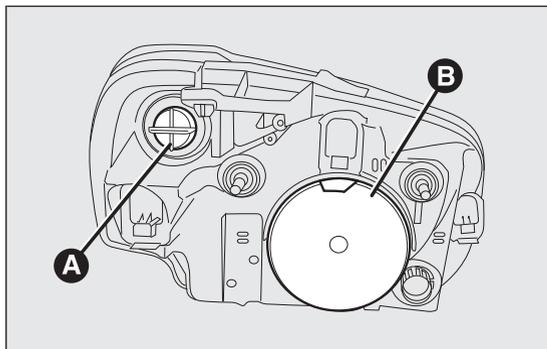
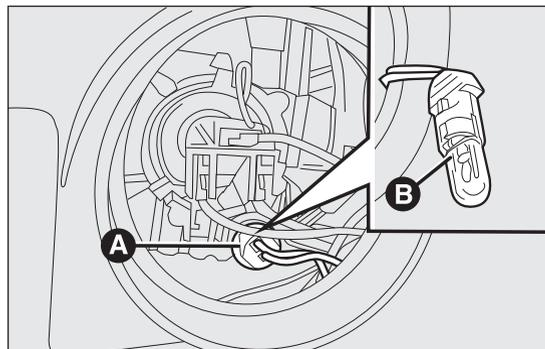

fig. 134
fig. 135
Los grupos ópticos delanteros fig. 134 están compuestos por las luces de posición, las luces de cruce, las luces de carretera y los intermitentes.
- quitar la tapa de protección A fig. 134;
- girar hacia la izquierda el portalámpara A fig. 135 y sacarlo;
- montar la nueva lámpara, introducir nuevamente el portalámpara A fig. 135 a continuación montar de nuevo la tapa de protección A fig. 134.
- volver a enganchar el muelle de sujeción de la lámpara y volver a montare correctamente la tapa de protección A fig. 134.
- girar hacia la izquierda la tapa de protección B fig. 134;